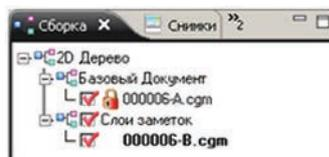

Рисунок 17.64
- в результате второе изображение будет добавлено к первому как дополнительный слой (рис. 17.64);